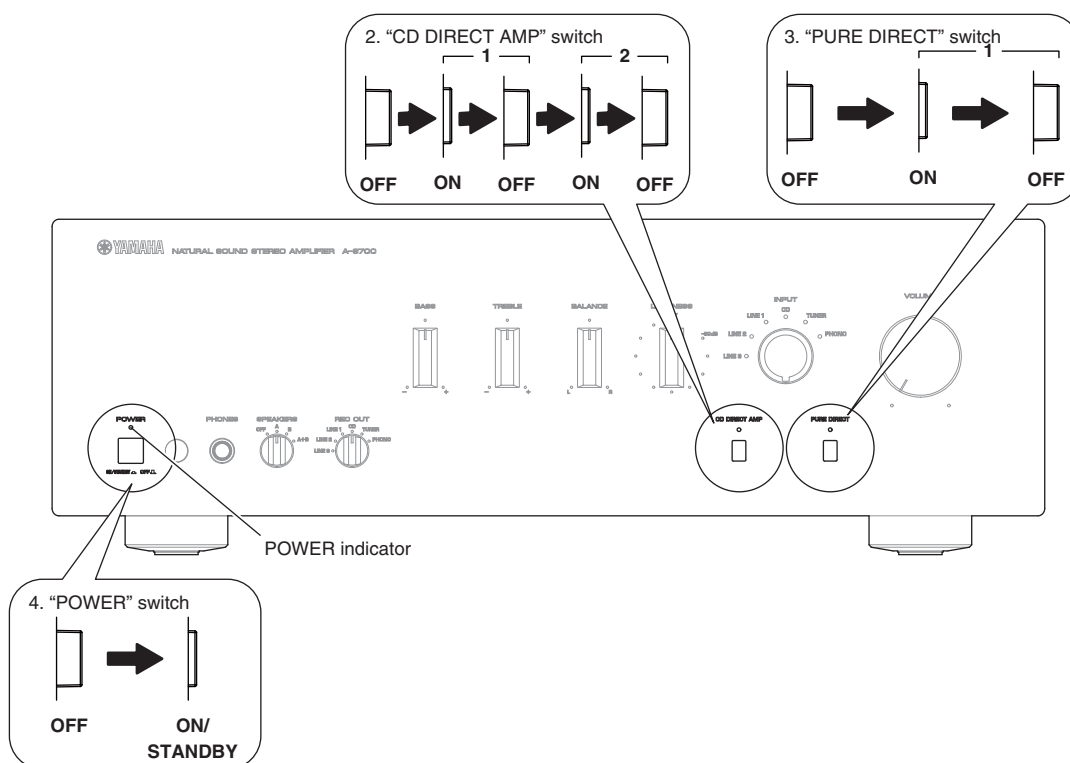

Fig. 1
1. Press "POWER", "CD DIRECT AMP", and "PURE DIRECT" switches to turn them off respectively. (Fig. 1)
2. Repeat pressing "CD DIRECT AMP" switch to turn it ON/OFF twice. (Fig. 1)
3. Repeat pressing "PURE DIRECT" switch to turn it ON/OFF once. (Fig. 1)
4. Press "POWER" switch inward to the ON/STANDBY position. (Fig. 1)
1. "POWER" スイッチ、"CD DIRECT AMP" スイッチ、"PURE DIRECT" スイッチを押し、それぞれ OFF にします。 (Fig. 1)
2. "CD DIRECT AMP" スイッチを 2 回 ON/OFF します。 (Fig. 1)
3. "PURE DIRECT" スイッチを 1 回 ON/OFF します。 (Fig. 1)
4. "POWER" スイッチを押し、ON/STANDBY にします。 (Fig. 1)